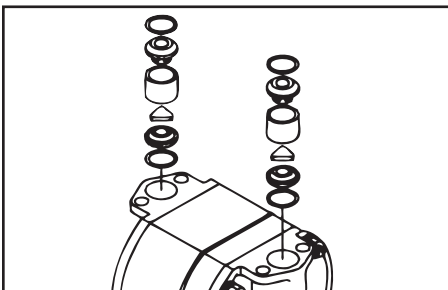

Figura 17
- Retire la bola/superficie plana, el asiento de válvula y el anillo O (consulte la Figura 17).